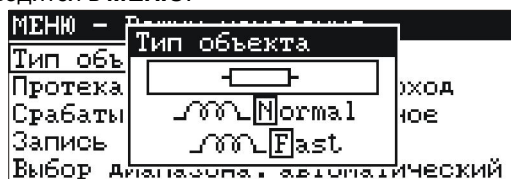

Рис.8. МЕНЮ – Режим измерения
- в следующем окне выбрать заданную опцию (Рис.8)
При выбранном объекте типа активного сопротивления (символ  - Рис.8) время действия измерения 3 секунды.
Для зарядки и разрядки объекта индуктивного типа следует выбрать индуктивный тип объекта с нормальным временем измерения (символ  Normal - Рис.8).
Для сокращения времени измерения можно выбрать индуктивный тип объекта с быстрым измерением (символ  Fast - Рис.8).